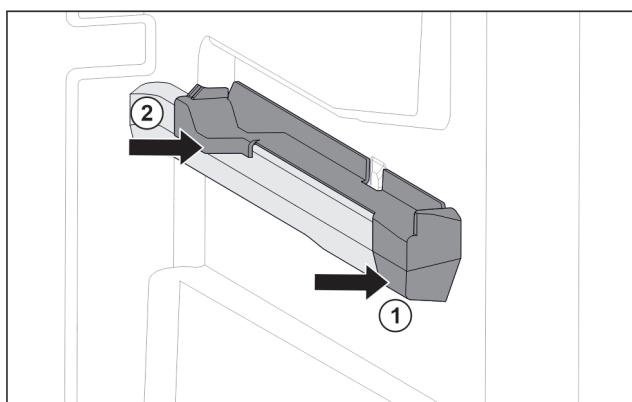

Fig. 40 Násuvný diel na pravom rebre nádoby
- Nasadte násuvný diel vpriedu na rebro nádoby. Fig. 40 (1)
- Pritlačte násuvný diel vzadu. Fig. 40 (2)